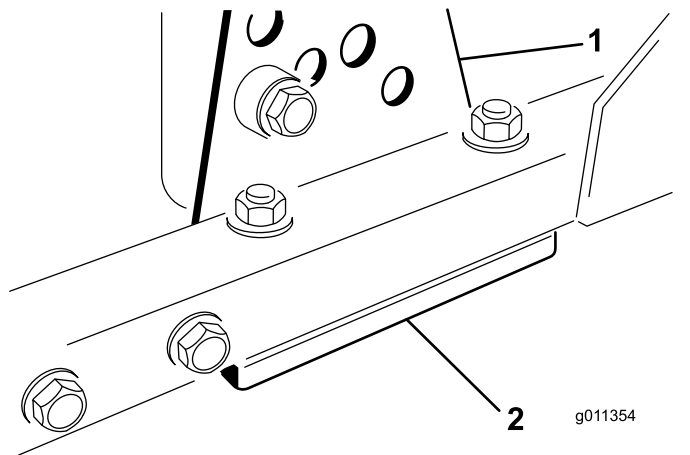

図 89
1. 刈り高ブラケット前、左、右のうち1つをカッティングユニットのフレームから外す **図 89**。
2. カッティングユニットのフレームとブラケットとの間に厚さ 1.5 mm または 0.7 mm のシム、場合によってはこれらの両方を挿入して、希望する刈り高を達成する **図 89**。